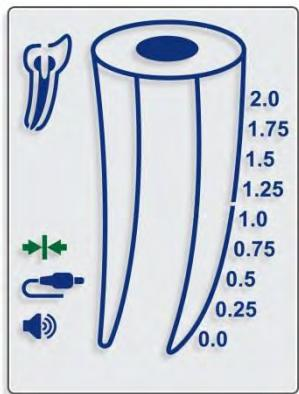

Fig. 3
- 7.3.2. Debe aparecer un ícono de «conexión» en la pantalla que indica que la conexión es correcta (fig. 3).